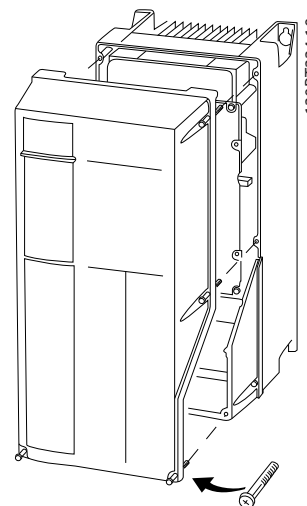

Рисунок 2.15 Доступ к подключению элементов управления в корпусах A4, A5, B1, B2, C1 и C2
- Или снимите переднюю крышку, ослабив крепежные винты. См. Рисунок 2.15.